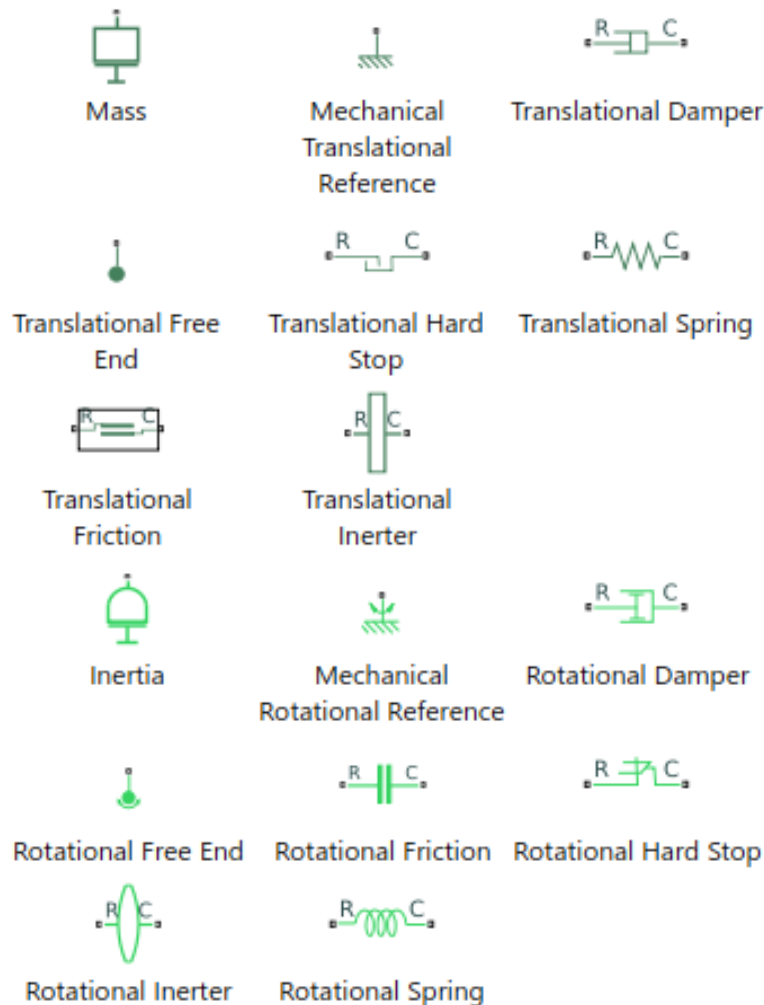

Figura 5: Bloques disponibles en Simscape para realizar simulación de sistemas mecánicos: elementos traslacionales y rotacionales.
- ▶ Elementos del sistema: son aquellos que deberemos establecer para formular un modelo mecánico, podemos verlos en la Figura 5: